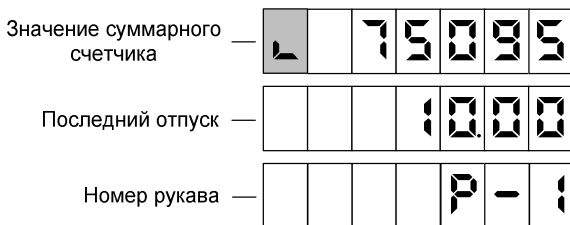

Рисунок 7
8.7 Предусмотрен просмотр на табло значений суммарного счетчика рукава в строке указателя стоимости с мигающим символом "L" в старшем разряде. В строке цены за литр отображается порядковый номер рукава и символы "P -" (рисунок 7). В случае многорукавной колонки, чтобы просмотреть на табло значения суммарных счетчиков других рукавов стороны, необходимо снять раздаточный кран интересующего рукава. В этом режиме допускается выдача топлива.